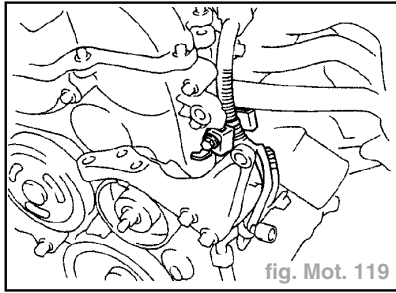

fig. Mot. 119
- Déposer le boulon et la bride de fixation du faisceau de câbles de la culasse (fig. Mot. 119).